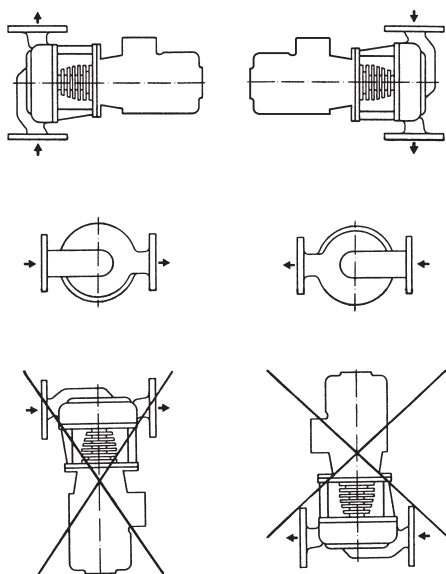

Fig. 7: Prípustné montážne polohy
- Dovoľená je akákoľvek montážna poloha, okrem polohy „Motor smerom nadol“ (pozri Montážne polohy Fig. 7).